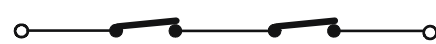

Abb. 25
**Anmerkung: haben zwei oder mehrere Sicherheitsvorrichtungen die gleiche Funktion (Öffnungsvorgang, Schließvorgang, Öffnungsvorgang und Schließvorgang, Leiste), so werden die Kontakte in Reihenschaltung untereinander angeschlossen (Abb. 25).**
Die **Sicherheitsvorrichtungen beim Öffnungsvorgang** verhindern, sprechen sie bei geschlossenem Tor an, die Öffnungsbewegung. Um mehrere Sicherheitsvorrichtungen zu installieren, werden die Arbeitskontakte in Reihenschaltung angeschlossen (Abb. 25).
**FSW CL - Kontakt Sicherheitsvorrichtungen beim Schließvorgang (Klemme 4):** Die Funktion der Sicherheitsvorrichtungen beim Schließvorgang liegt im Schutz des Bereichs, der von der Bewegung des Tors in der Schließphase betroffen ist. In den Logiken **A-AP-S-E-EP** kehren die Sicherheitsvorrichtungen während der Schließphase die Bewegung des Tors um oder stoppen und steuern die Bewegungsumkehr bei Freiwerden (siehe detaillierte Programmierung Abschnitt 5.5.2.) In den Logiken **B, C** und **B/C** wird während des Schließzyklus die Bewegung unterbrochen. Diese Sicherheitsvorrichtungen werden nicht während des Öffnungszyklus aktiv. Die **Sicherheitsvorrichtungen beim Schließvorgang** verhindern, sprechen sie bei offenem Tor an, die Schließbewegung. Um mehrere Sicherheitsvorrichtungen zu installieren, werden die Arbeitskontakte in Reihenschaltung angeschlossen (Abb. 25).
**STOP - STOP - Kontakt (Klemme 5):** darunter wird jegliche Vorrichtung verstanden (Bsp.: Taste), die durch Öffnung des Kontaktes die Bewegung des Tors anhält. Für die Installation von mehreren STOP-Vorrichtungen, sind die Arbeitskontakte in Reihenschaltung anzuschließen (Abb. 25).
Wenn die **Sicherheitsvorrichtung Leiste** bei geschlossenem oder offenem Tor belegt ist, ist die Bewegung unmöglich. Um mehrere Sicherheitsvorrichtungen zu installieren, werden die Arbeitskontakte in Reihenschaltung angeschlossen (Abb. 25).